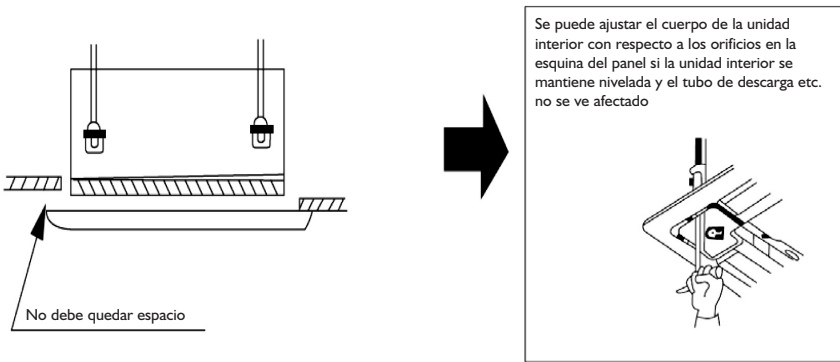

Fig. 6
2. Si aún queda espacio entre el techo y el panel tras atornillar los tornillos, reajuste la altura del cuerpo de la unidad interior (Véase la Fig. 6).